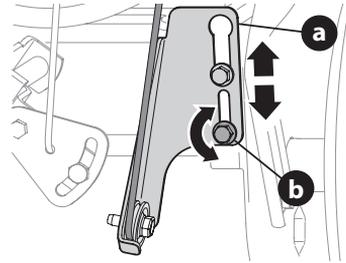

Figura 58
- Afloje el tornillo hexagonal inferior (a) de la ménsula del cable de la transmisión (Figura 58).